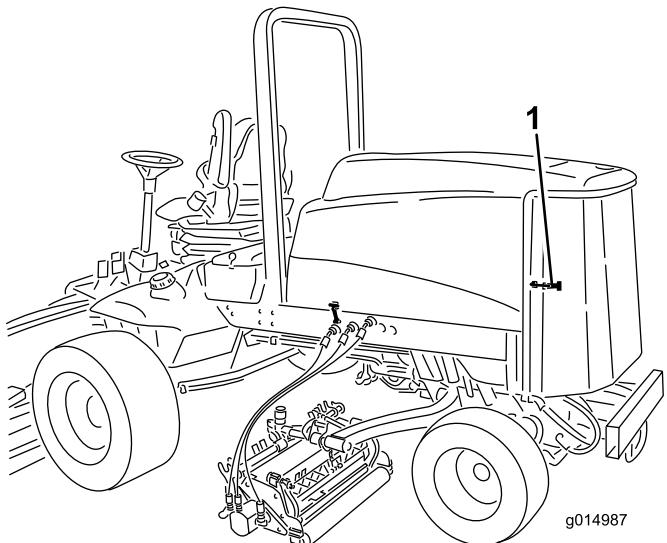

图 70
1. 打开闩锁并旋开后滤网 (图 70)。彻底清洁滤网的所有杂物。